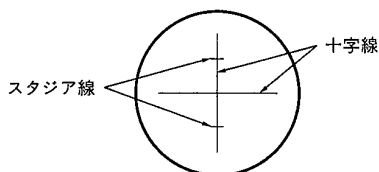

図 5.6
- 1) 標尺を視準して、スタジア線に挟まれた長さ ℓ (cm) を測定します。(図 5.6)